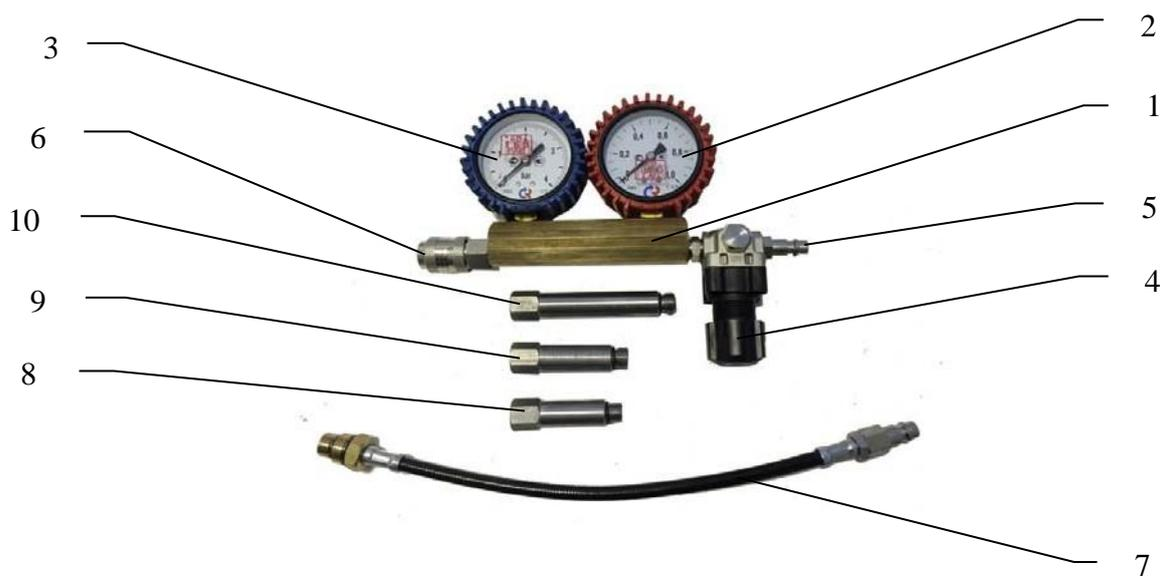

Рис.1 (пневмотестер)
- Подключить шланг (рис.1, поз.7) пневмотестера к свечному отверстию проверяемого цилиндра, при необходимости используя адаптеры (рис.1, поз.8-10) из комплекта поставки \*\*\*
- Подключить прибор к источнику сжатого воздуха с давлением 4-6Бар (к магистральному воздухопроводу или пневмокомпрессору) через штуцер (рис.1, поз.5)
***ВНИМАНИЕ! Во избежание повреждения прибора, перед присоединением к источнику сжатого воздуха убедитесь, что регулятор редуктора давления (рис.1, поз.4) повернут в направлении против часовой стрелки до упора (к символу «←» на регуляторе)***
- Поворотом регулятора редуктора давления (рис.1, поз.4) в направлении по часовой стрелке установить на манометре контроля входящего давления (рис.1, поз.2) значение в диапазоне от 4 до 6 Бар
- Подсоединить шланг измерительный (рис.1, поз.7) штуцером к цанге БРС (рис.1, поз.6) пневмотестера
- Со шкалы манометра контроля утечек (рис.1, поз.3) снять показания
***ВНИМАНИЕ! Перед отсоединением компрессионного шланга, во избежание повреждения прибора, необходимо уменьшить давление сжатого воздуха поворотом регулятора редуктора давления (рис.1, поз.4) в направлении против часовой стрелки до упора (к символу «←» на регуляторе)***
Даже при минимальном износе цилиндров, в силу наличия конструктивных зазоров, всегда имеется определенная утечка воздуха. Тем не менее на исправном двигателе стрелка на манометре контроля утечек (рис.1, поз.3) должна показывать снижение давления не более, чем на 15-30% от первоначально установленного. Очень важна разница показаний по всем цилиндрам, допустимая в пределах 10-15%.
II. Установить с помощью редуктора (рис.1, поз.4) значение входящего давления на манометре (рис.1, поз.2) бБар. Показания манометра утечки (рис.1, поз.3) в этом случае не имеют значения